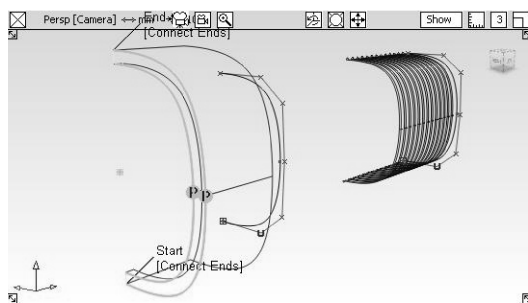

图 3-80 封闭手电筒头部面
- 30 继续选择【Skin】工具, 依次单击刚刚创建的两个面的边缘, 如图 3-80 所示。